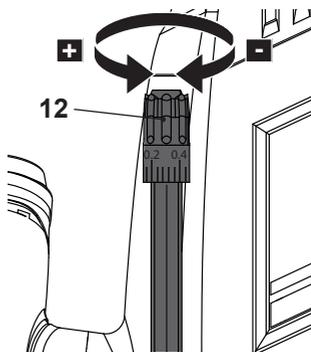

Рис. 17
- > Используйте ручку точной настройки глубины (12) для тонкой настройки глубины резки (Рис. 17).
- > Поворачивайте ручку точной настройки глубины (12) по часовой стрелке, чтобы увеличить глубину резки.
- > Поворачивайте ручку точной настройки глубины (12) против часовой стрелки, чтобы уменьшить глубину резки.